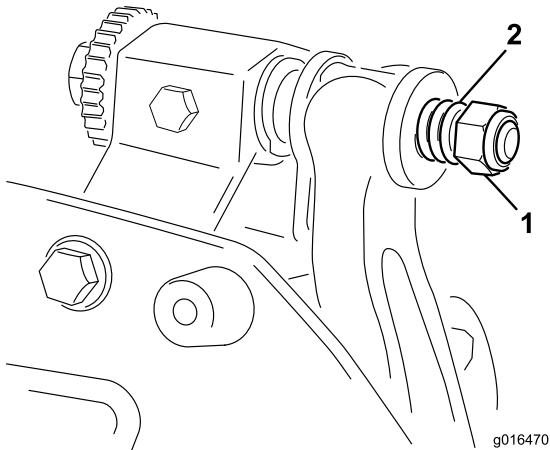

Figure 21
3. Serrez l'écrou de tension du ressort jusqu'à ce que les spires soient jointives, puis desserrez-le de 1/2 tour (Figure 21).